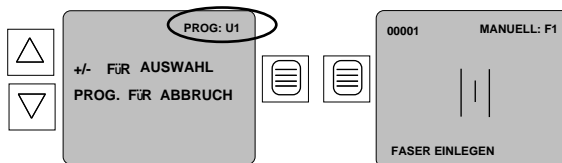

Abbildung 59
- f) Um das neue Programm zu speichern: Betätigen Sie die Aufwärts- oder Abwärtstaste, um eine Nummer für das zu speichernde Benutzerprogramm zu vereinbaren (der Wert "U?" ändert sich). Sobald die gewünschte Programmnummer angezeigt wird, können Sie die Programmtaste betätigen, um das neue Programm unter der gewählten Nummer zu speichern. Drücken Sie die Programmtaste erneut, um wieder zum Normalbetrieb des CFS II zurückzukehren (siehe Abb. 59).